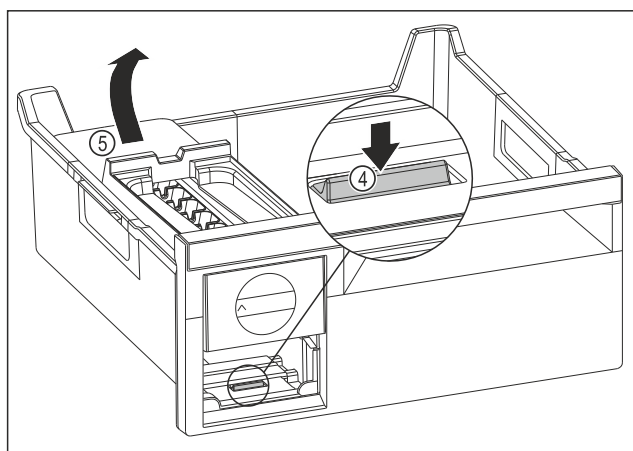

Fig. 105
- ▶ Vyjmutí korpusu EasyTwist-Ice: Lamelu Fig. 105 (4) zatlačte prstem směrem dolů a zároveň nadzvedněte druhou rukou korpus EasyTwist-Ice Fig. 105 (5) zezadu.